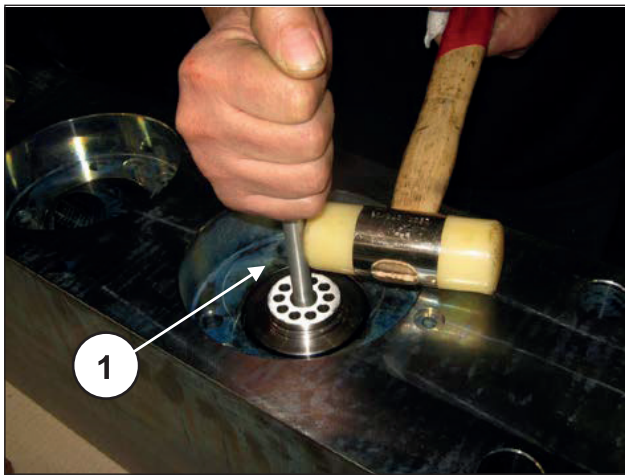

Fig. 177
Se os locais da válvula estiverem bloqueados no cabeçote, a causa da formação de calcário ou de óxido deve ser retirada, inserindo um pino de alumínio ou de plástico no furo de fluxo (cód. ①, Fig. 177).